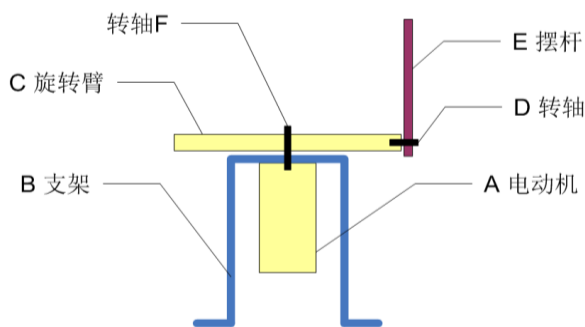

图 1 旋转倒立摆结构示意图
设计并制作一套简易旋转倒立摆及其控制装置。旋转倒立摆的结构如图 1 所示。电动机 A 固定在支架 B 上，通过转轴 F 驱动旋转臂 C 旋转。摆杆 E 通过转轴 D 固定在旋转臂 C 的一端，当旋转臂 C 在电动机 A 驱动下作往复旋转运动时，带动摆杆 E 在垂直于旋转臂 C 的平面作自由旋转。
1. 旋转倒立摆机械部分必须自制，结构要求如下：硬质摆杆 E 通过转轴 D 连接在旋转臂 C 边缘，且距旋转臂 C 轴心距离为  $20\text{cm} \pm 5\text{cm}$ ；摆杆的横截面为圆形或正方形，直径或边长不超过 1cm，长度在  $15\text{cm} \pm 5\text{cm}$  范围内；允许使用传感器检测摆杆的状态，但不得影响摆杆的转动灵活性；图 1 中支架 B 的形状仅作参考，其余未作规定的可自行设计结构；电动机自行选型。